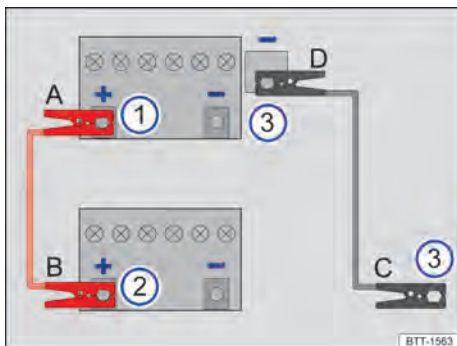
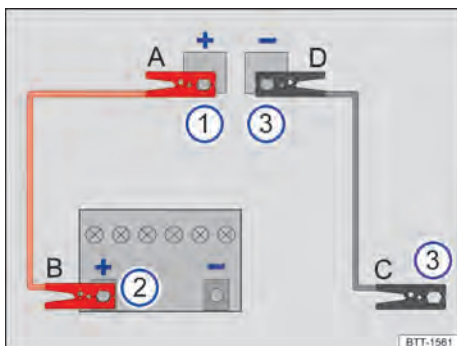

Fig. 210 Esquema para a conexão dos cabos auxiliares de partida (bateria do veículo 12 V no compartimento do motor).
Fig. 211 Esquema para a conexão dos cabos auxiliares de partida no veículo que presta auxílio à partida (bateria do veículo 12 V no compartimento de bagagem).
Legenda para Fig. 210 e Fig. 211:
Conectar o cabo auxiliar de partida somente na sequência **A – B – C – D** → Fig. 210.
- Conectar uma extremidade do cabo auxiliar de partida *vermelho* ao polo positivo (+) do veículo com a bateria do veículo 12 V descarregada → Fig. 210 ① → .
- Conectar a outra extremidade do cabo auxiliar de partida *vermelho* ao polo positivo (+) do veículo fornecedor de corrente → Fig. 210 ②.
- Conectar uma extremidade do cabo auxiliar de partida *preto*, de preferência, num ponto de auxílio à partida (conexão à massa), ou então, numa peça metálica maciça firmemente aparafusada com o bloco do motor ou no próprio bloco do motor do veículo que gera corrente → Fig. 210 ③.
- Conectar a outra extremidade do cabo auxiliar de partida *preto* → Fig. 210 ③ do veículo híbrido com a bateria 12 V descarregada, de preferência, a um ponto de auxílio à partida (ponto de aterramento), ou então, a uma peça ma-
Conectar o cabo auxiliar de partida somente na sequência **A – B – C – D** → Fig. 211.
- Conectar uma extremidade do cabo auxiliar de partida *vermelho* ao ponto de auxílio à partida (polo positivo) (+) do veículo com a bateria do veículo 12 V descarregada → Fig. 211 ① → .
- Conectar a outra extremidade do cabo auxiliar de partida *vermelho* ao polo positivo (+) do veículo fornecedor de corrente → Fig. 211 ②.
- Conectar uma extremidade do cabo auxiliar de partida *preto* → Fig. 211 ③ no veículo com a bateria do veículo 12 V que fornecerá corrente, de preferência, num ponto de auxílio à partida (ponto de aterramento), ou então, numa peça metálica maciça firmemente aparafusada com o bloco do motor ou no próprio bloco do motor.
- Conectar a outra extremidade do cabo auxiliar de partida *preto* → Fig. 211 ③ do veículo híbrido com a bateria 12 V descarregada, de preferência, a um ponto de auxílio à partida (ponto de aterramento), ou então, a uma peça maciça de metal parafusada firmemente com o bloco do motor ou ao próprio bloco do motor → .
- Desconectar o cabo auxiliar de partida com o motor em funcionamento somente na sequência **D – C – B – A** Fig. 210 ou → Fig. 211.